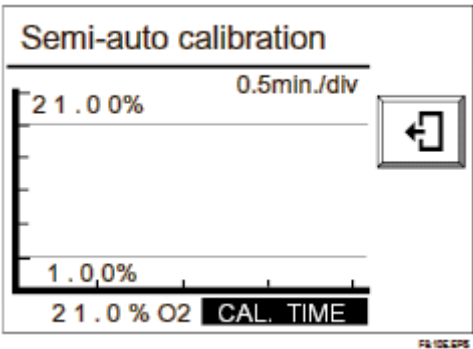

图 9.10 半自动校正显示
- (3) 选择开始校正。如图 9.10 所示的显示出现，然后开始校正。